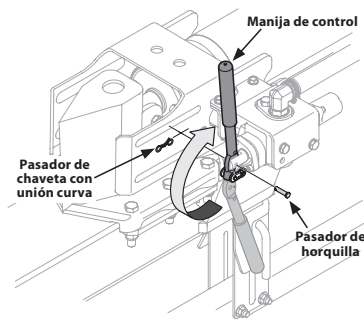

Figura 9
22. Extraiga el pasador de horquilla y el pasador de chaveta con unión curva de la manija de control. Vea la Figura 9.
23. Rote la manija de control hasta la posición de operación y sujétela con el pasador de horquilla y el pasador de chaveta con unión curva que se extrajo en el paso 1. Consulte la Figura 9.